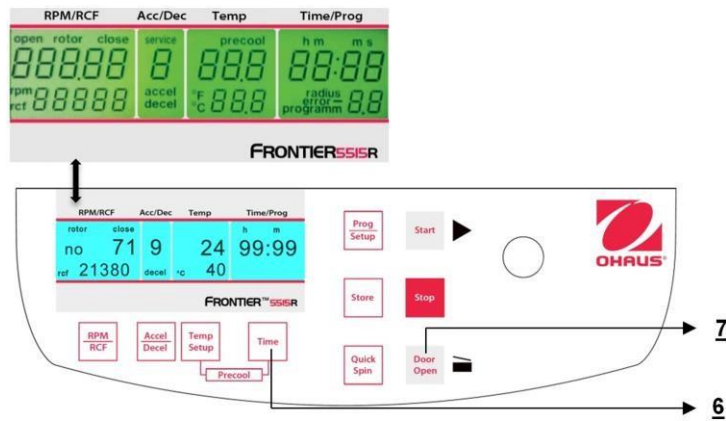

Figura 32
Cuando la centrifuga está apagada, presione al mismo tiempo los botones **"Time"** (6) y **"Door Open"** (7) y encienda el interruptor principal de la centrifuga. Ahora suelte ambos botones y como resultado se ejecuta una prueba de pantalla durante aproximadamente 5 segundos. Todos los indicadores aparecerán al mismo tiempo (vea la Figura 32).